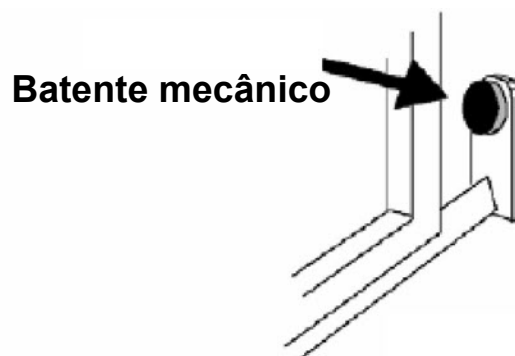
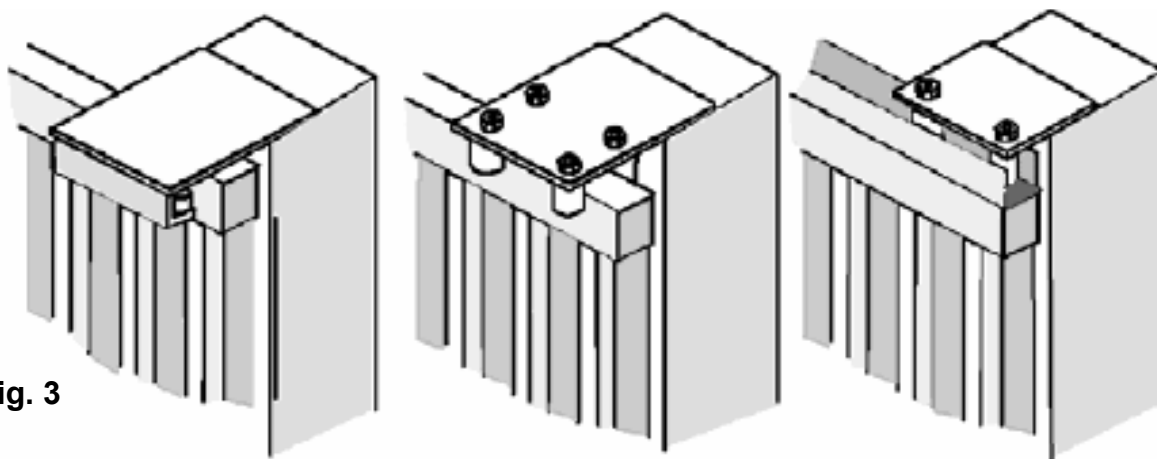

Fig. 2
Fig. 3
- Antes de efectuar a montagem do automatismo, verificar que o portão está a funcionar na perfeição, também deve verificar que a calha onde o portão desliza **(ver Fig. 1)** não apresenta deformações, que está perfeitamente ao nível e que está presente o batente mecânico na abertura **(ver Fig. 2)** para evitar que o portão saia para fora da calha superior **(ver Fig. 3)**.
- Verificar a calha superior onde o portão desliza (ver Fig. 3) que está bem firme e o portão corra livremente
Posicionar o motor e fixá-lo com os parafusos e anilhas fornecidos. **A** (**Fig.2**).
Fixar a cremalheira no portão em segurança a uma distância de 2 a 3 mm do pinhão do motor (**Fig. 3**).